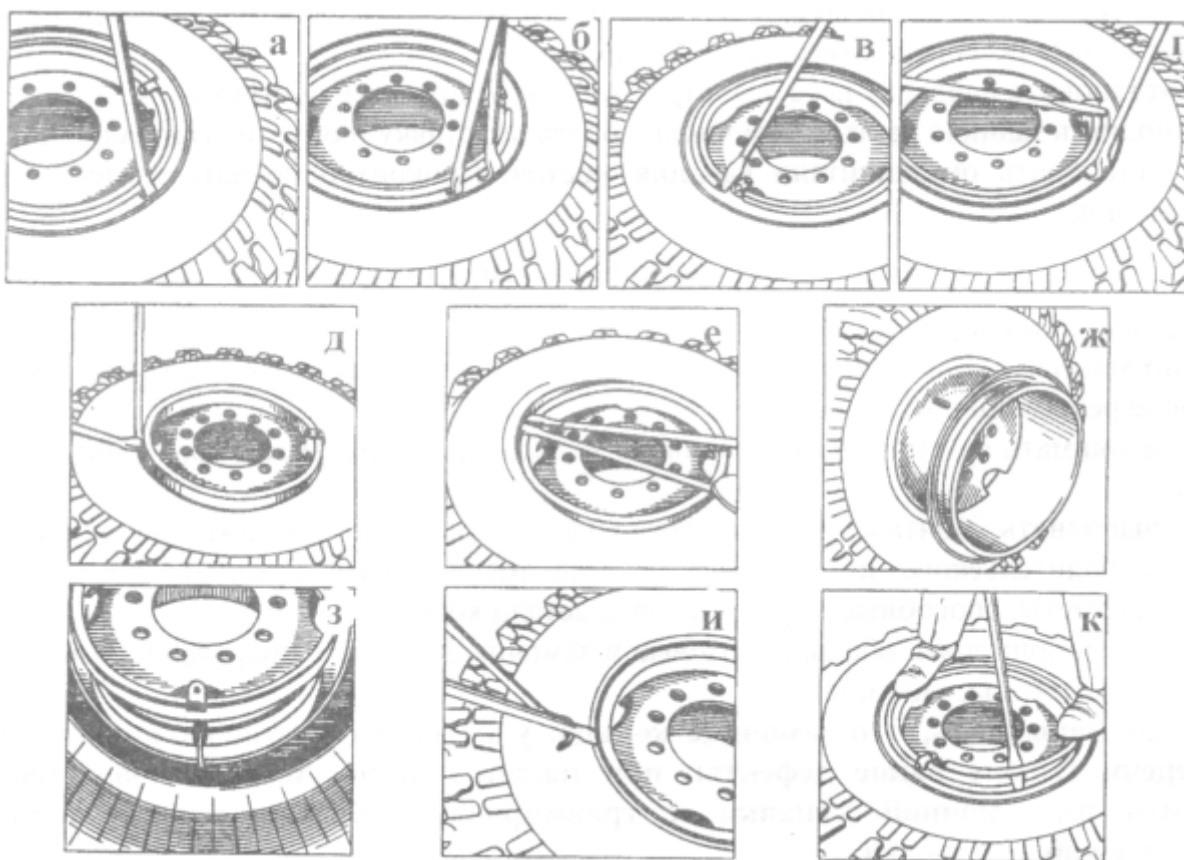

Рис. 10.27. Схема монтажа и демонтажа колес с шинами.
- вставить изогнутый конец длинной монтажной лопатки между бортовым и замочным кольцами, используя демонтажный паз на бортовом кольце (рис. 10.27,а);
- отжимать бортовое кольцо вниз до тех пор, пока не представится возможности ввести рядом в образовавшийся зазор изогнутый конец второй монтажной лопатки (рис. 10.27,б);
- вставить плоский конец монтажной лопатки в вырез на конце замочного кольца и, отжать его из замочной канавки обода (рис. 10.27,в);
- изогнутым концом второй лопатки снизу поднять замочное кольцо (рис. 10.27,г);
- с противоположной стороны завести плоский конец одной лопатки и изогнутый конец другой (рис. 10.27,д);
- переместить часть борта шины через посадочную полку обода вверх (рис. 10.27,е);
- находясь около колеса со стороны, противоположной замочной части обода, взявшись за диск, сместить обод на себя без перекоса так, чтобы борт шины внизу попал в монтажный ручей (рис. 10.27,ж);
3. Наложить шину на обод наклонно так, чтобы вентиль находился в нижнем положении напротив вентиляционного отверстия обода (рис. 10.27,з). Ввести вентиль. Приподнять шину и, направляя нижний борт в монтажный ручей обода, надвинуть ее на борт. Под собственным весом шина наденется на обод; надо следить при этом, чтобы вентиль шины занял центральное положение относительно вентиляционного отверстия обода без перекосов.
- загнутый конец другой лопатки положить торцом на борт шины под первую лопатку (рис. 10.27,и);
6. Установить замочное кольцо, используя плоский конец монтажной лопатки (рис. 10.27, к). Кронштейн на ободе должен находиться в разрезе замочного кольца. Совместить метки бортового и замочного колец.